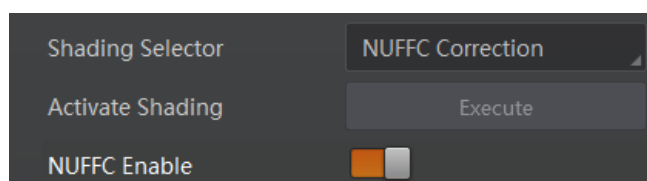

图12-11 NUFC 矫正
4. 开启 *NUFC Enable* 参数，使能矫正功能，如图 12-11 所示。